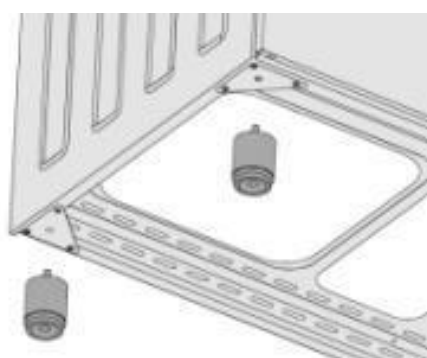

Рис.3
2. Отвори і гайки знаходяться в центральній частині кутів - Рис. 3. Болти ніжок вкручуємо в гайки, прикріплені до кутів.